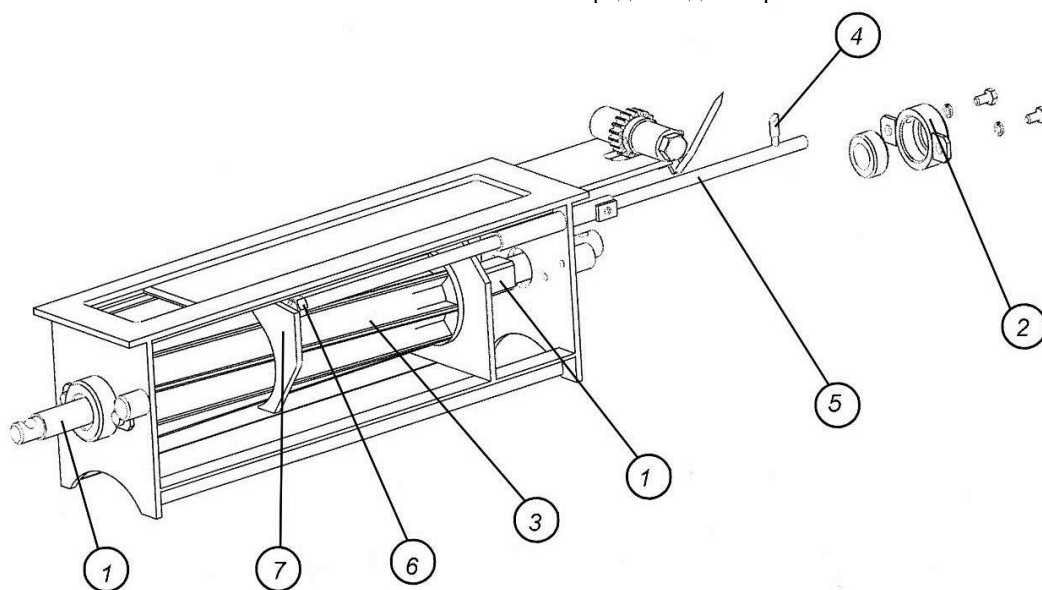

Рис. 6.2.3. Снятие переднего дозатора (продолжение)
3. Открутить болты крепления подшипника скольжения 2 к задней стенке дозирующего узла (рис. 6.2.3).
4. Выдвинуть квадратный вал 1 с подшипником 2 назад (см. рис. 6.2.3) и освободить дозатор. Если дозирующий узел давно не разбирался, вал 1 будет выниматься с затруднением. Выкрутите указатель 4 из прутка 5. Освободить контргайку 6 и выкрутить пруток 5 из пластины 7. Вынуть пластину 7 и дозатор 3 из дозирующего узла.